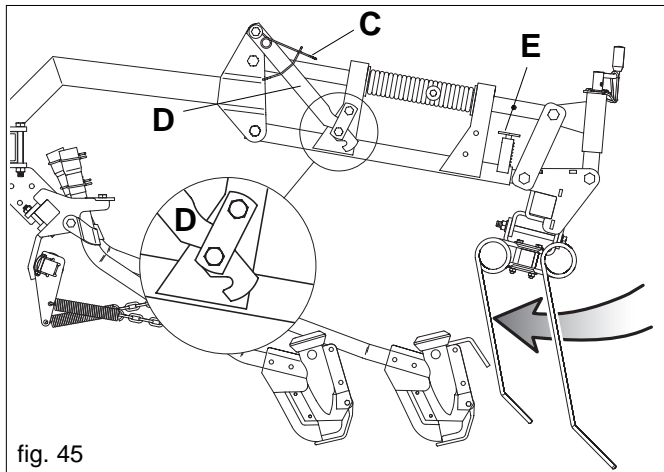

fig. 45
Para el transporte por carretera, los dientes de la grada cubresemillas deben estar orientados hacia abajo (Fig. 45).
- 2) Levante la grada cubresemillas hasta enganchar la palanca (D Fig. 45).
- 3) Levante el perno (E Fig. 45) y deslice la grada hasta que el perno vuelva a engancharse automáticamente (E Fig. 45).